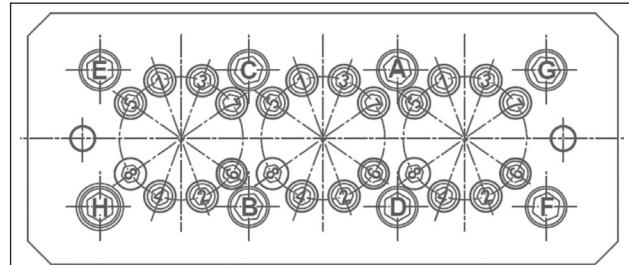

Fig. 50
** Le viti fissaggio testata devono essere serrate rispettando le fasi e l'ordine riportato nello schema di Fig. 50.
*** Le viti fissaggio camice devono essere serrate rispettando le fasi e l'ordine riportato nello schema di Fig. 50.